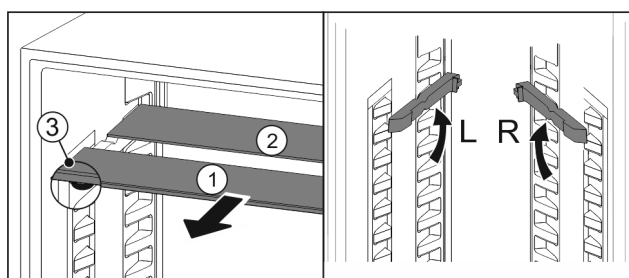

Fig. 108
- ▶ Sortir les tablettes par l'avant *Fig. 108 (1)*.
- ▶ La tablette en verre *Fig. 108 (1)* avec bordure décorative est située à l'avant.
- ▶ Les butées *Fig. 108 (3)* sont orientées vers le bas.